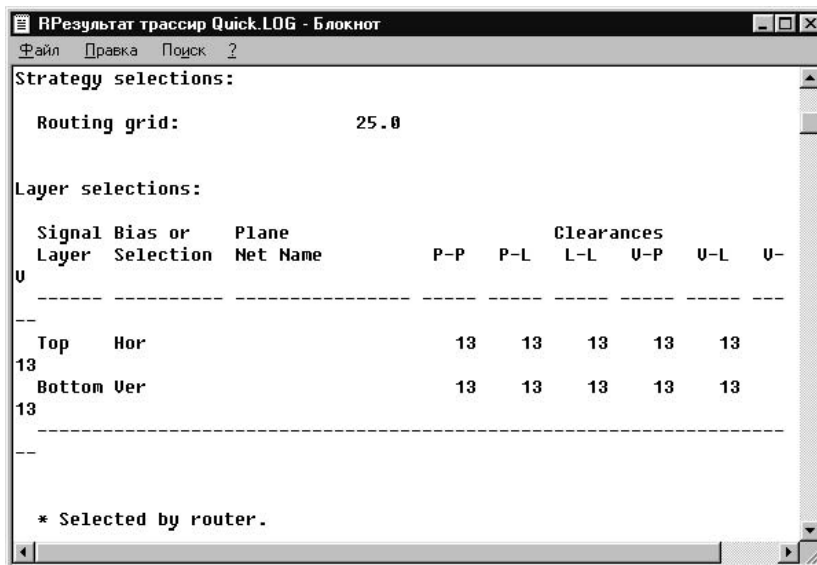

Рис.8.1.12
- Командами **Route/View Log** вывести на экран отчет о результатах трассировки, результатах выполнения отдельных ее фаз и итоговые данные проектирования. Фрагмент этого файла представлен на рис.8.1.12.